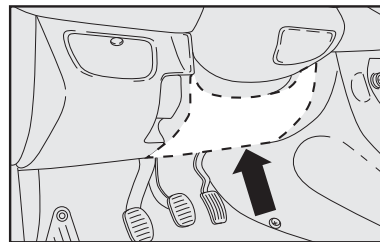

fig. 114
**AIRBAG DE PROTEÇÃO DOS JOELHOS PARA O LADO CONDUTOR - fig. 114 (se previsto)**